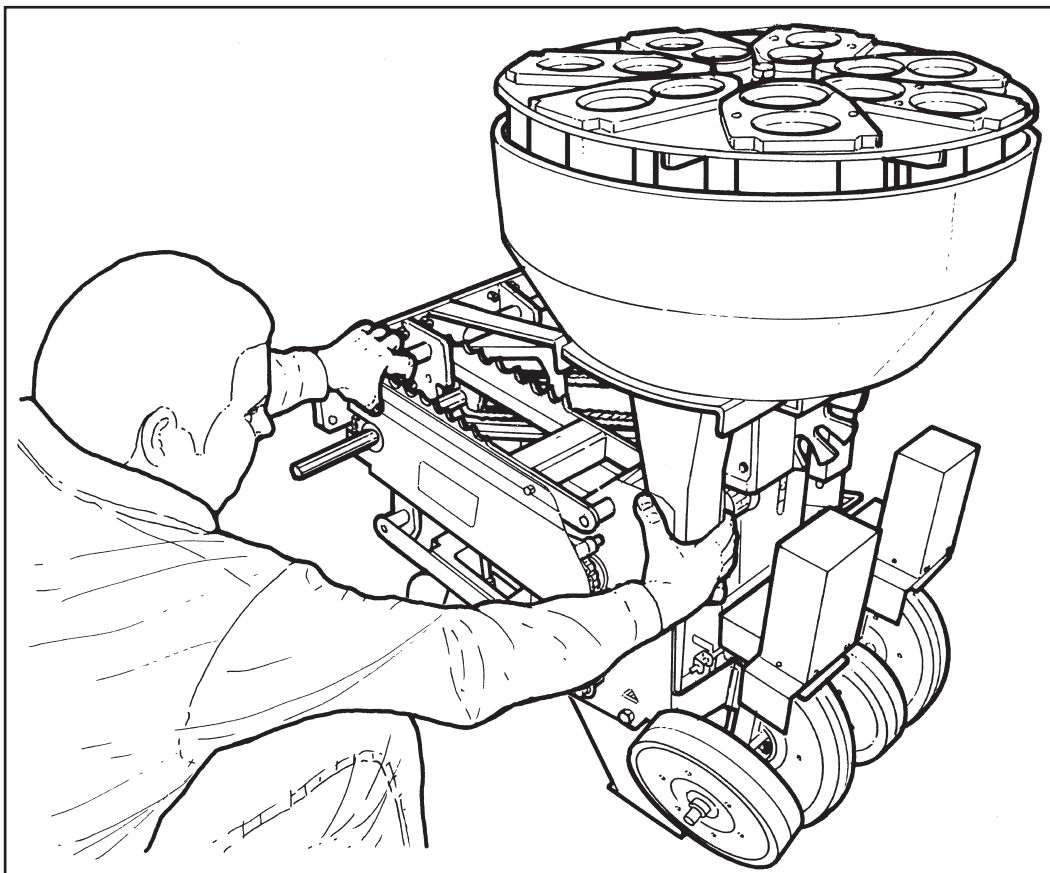

Fig. 1
- Quite el cárter (A).
- Quite el tornillo (B).
- Quite la cadena (C) extrayendo la malla de empalme.
- Quite el tornillo del cilindro (D).
- Quite los tornillos (E - F) y extraiga los pasadores. A continuación extraiga manualmente el elemento (Fig. 1) solicitando ayuda a una segunda persona
Per un corretto lavoro, il martelletto espulsore deve fuoriuscire dal vomere di **4-7 mm** come indicato in Fig. 1.